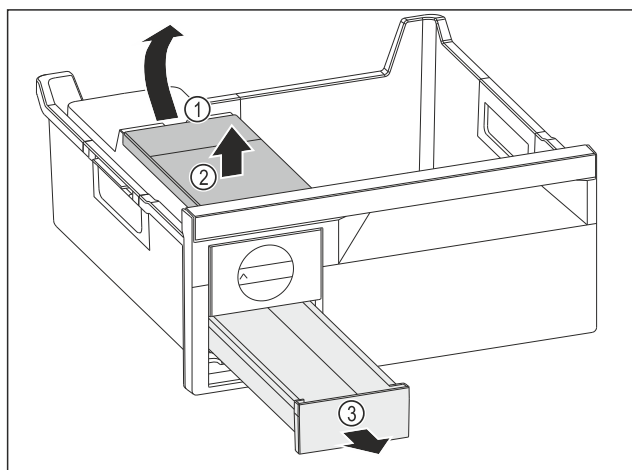

Fig. 211
- Ta ut vattenbehållaren: Lyft vattenbehållaren vid ursparingen Fig. 211 (1).
- Ta ut vattenbehållaren Fig. 211 (2) uppåt.
- Ta ut iskublådan Fig. 211 (3) framåt.